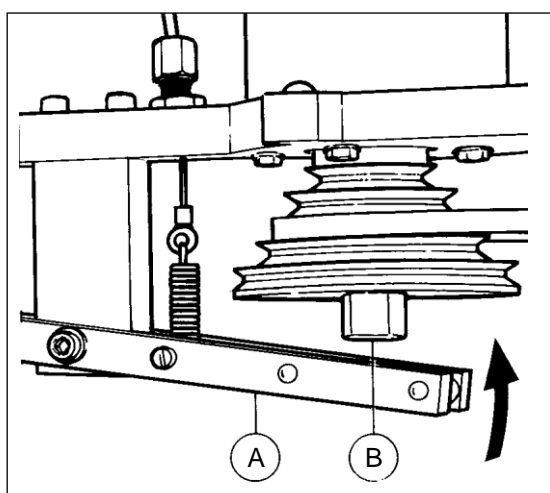

Fig.17
- Tourner l'arbre à la main afin d'introduire le verrou de l'arbre dans sa position de blocage (fig.17,B).
- Le verrou de l'arbre se trouve maintenant dans une position où il ne gêne plus (fig.17,A).